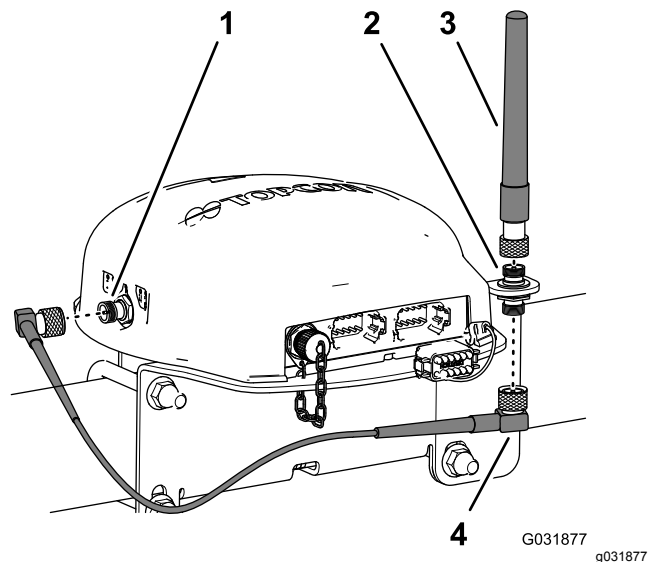

Figure 154
3. Assemblez l'antenne RTK sur le raccord supérieur du coupleur coaxial, et serrez l'écrou moleté de l'antenne à la main (Figure 154).
4. Serrez légèrement le câble d'antenne sur le raccord inférieur du coupleur coaxial (Figure 154).
5. Acheminez le câble derrière le récepteur de navigation jusqu'au connecteur coaxial du modem cellulaire CDMA ou GSM (Figure 154).
6. Branchez le câble d'antenne au connecteur coaxial du modem cellulaire CDMA ou GSM (Figure 154)